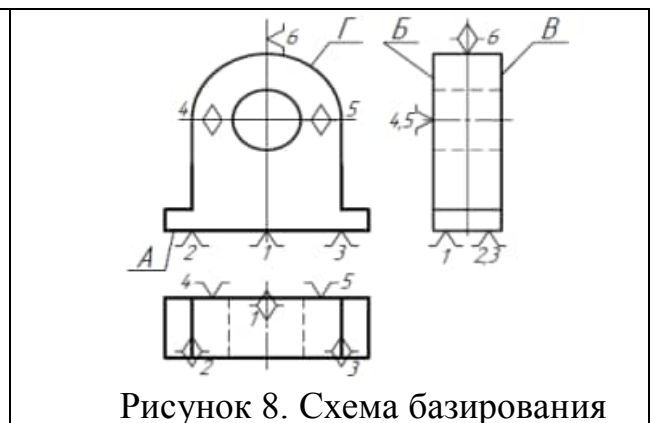

Рисунок 8. Схема базирования
На основании изложенного, применим технологическую базу из трех поверхностей: A , B и Γ (рис. 8).
2. Схема базирования, представляющая собой расположение опорных точек на базах заготовки, представлена на (рис. 8).